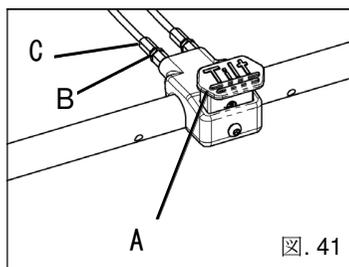

図. 41
- フットティルトペダルを押します(図41:A)。
- 2つの10mmレンチを使用して、ジャムナット(図41:B)を緩め、アジャスター(図41:C)を所定の位置に保持します。反対のケーブルについても繰り返します。